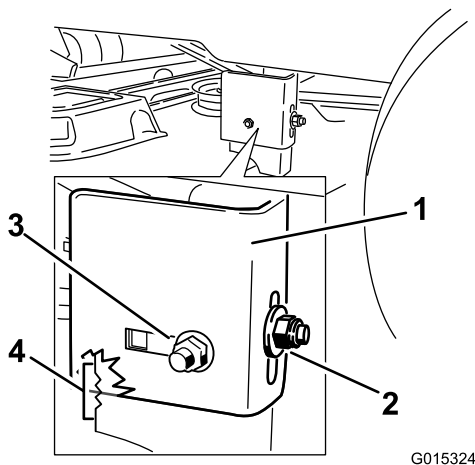

Figura 63
9. Solte a porca de bloqueio traseira no suporte de suspensão (Figura 63).
10. Solte a porca de bloqueio lateral no suporte de suspensão o suficiente para o suporte ser ajustado (Figura 63).
13. Pare a plataforma na posição ajustada e aperte a porca de bloqueio lateral no suporte de suspensão para manter a nova posição (Figura 63).